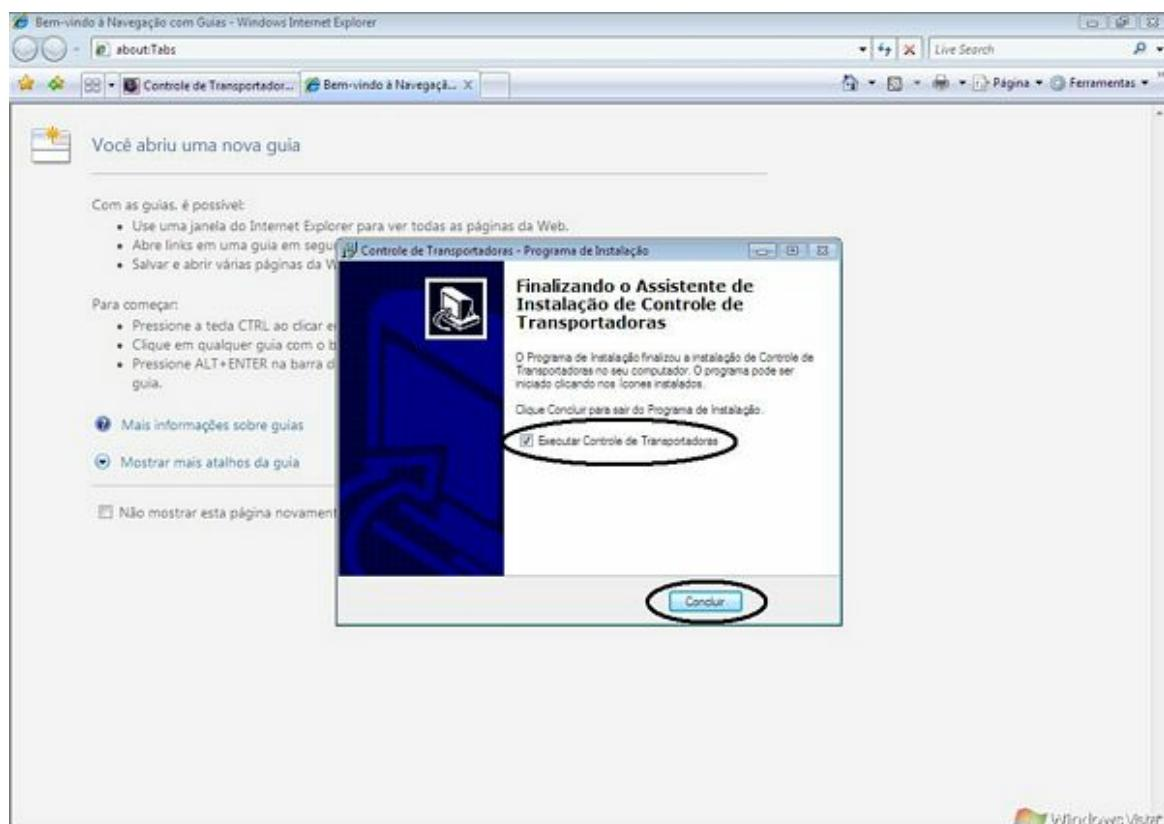

Fig. 07
- O Software será instalado. Então clicamos em "Concluir", (como mostra a Fig. 07):